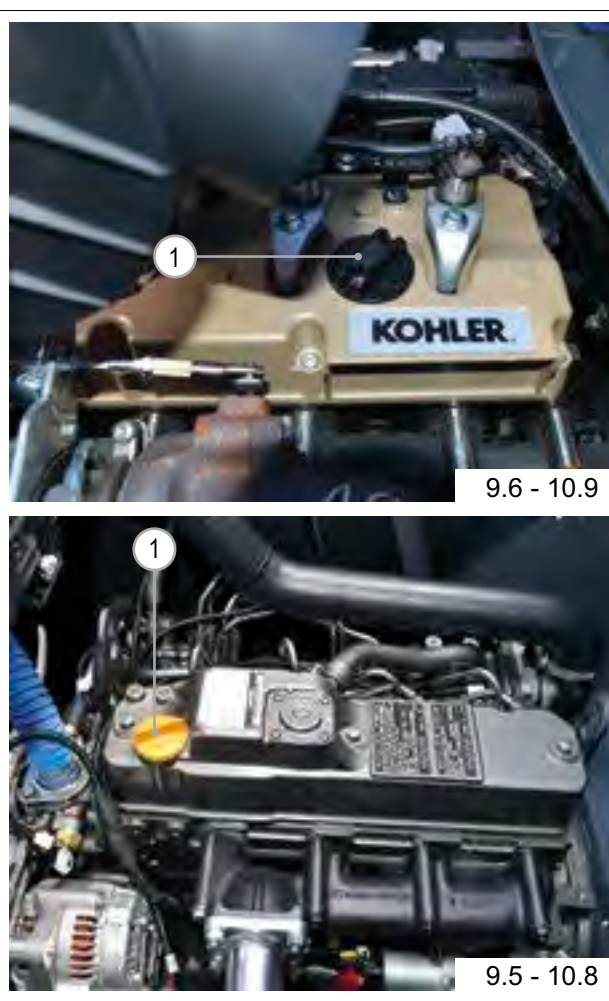

FIG. 46
- Åbn dækslet til motorolie (FIG. 46 - Ref. 1)